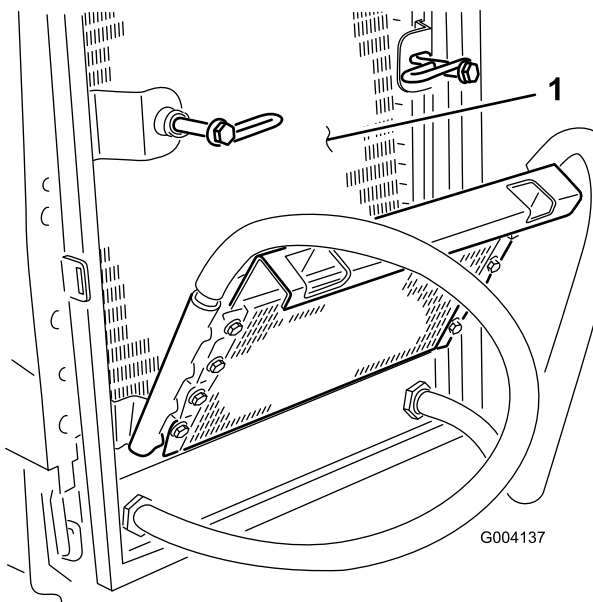

Рисунок 50
6. Тщательно очистите обе стороны маслоохладителя и радиатора (Рисунок 50) сжатым воздухом.